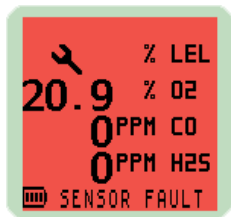

Fig. 4-8 Errore sensore
- 1) La visualizzazione dell'avvertenza "ERRORE SENSORE" e il simbolo di una chiave accanto a un certo tipo di gas, come illustrato in Fig. 4-8, suggeriscono di sostituire il sensore o avvertono che si è verificato un guasto elettrico. Portare lo strumento presso un centro autorizzato di Manutenzione/Riparazione.